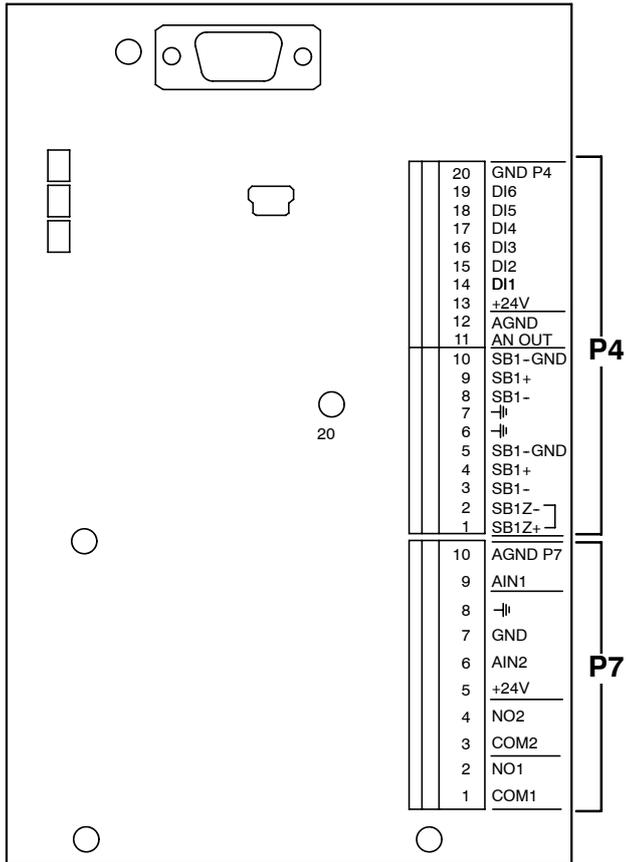

Fig. 15: Entrata / Uscita-dei morsetti di comando
Rilevare la disposizione die morsetti di comando Fig. 15 oppure Tabella 22.
##### Morsettiera P4, dal morsetto 13 al 20 (Fig. 15)
##### Morsettiera P7, dal morsetto 1 al 4 (Fig. 15)
#### Morsettiera P7, dal morsetto 5 al 10 (Fig. 15)
#### Morsettiera P4, morsetti 11 e 12 (vedi Fig. 15)
#### Morsettiera P4, dal morsetto 1 al 10 (vedi Fig. 15)
**Morsettiera P4, dal morsetto 13 al 19 (vedi Fig. 15)**